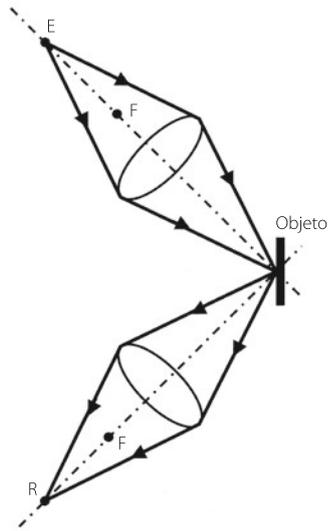
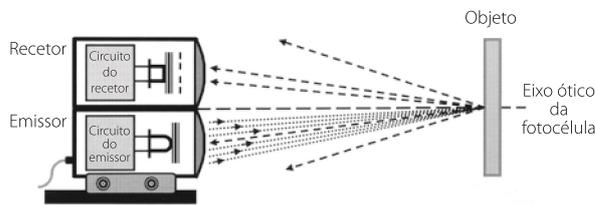

Figura 16. Princípio de funcionamento de uma fotocélula de reflexão definida.
Figura 17. Funcionamento de uma fotocélula de reflexão definida.
As fotocélulas de reflexão definida (*Definite Reflective Sensors*) caracterizam-se, como nas de reflexão difusa, pelo seu feixe de luz ser refletido no objeto e voltar ao recetor, mas diferenciam-se destas últimas pelo seu sistema ótico. Nas fotocélulas de reflexão definida, a fonte de luz (E) situa-se sobre o eixo ótico da lente do emissor mas mais longe do que o foco (F) da mesma. O mesmo se aplica para o recetor (R), tal como é mostrado na Figura 16 em que o recetor está localizado a uma distância da lente igual ao dobro da distância focal da mesma. Isto faz com que os raios enviados pelo emissor só cheguem ao recetor se o objeto a ser detetado esteja justamente no ponto onde se cruzam os eixos óticos do emissor e do recetor (Figura 17). Como resultado, o sensor não deteta o objeto se este estiver localizado mais à frente ou mais atrás deste ponto. Estas fotocélulas são utilizadas para detetar a posição dos objetos com elevada exatidão, ou para detetar a presença pequenos objetos, marcas, entre outros.